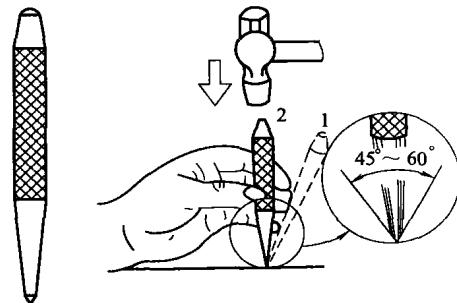

图 1-13 样冲及其使用
⑤ 样冲 样冲（见图 1-13）是用来在已划好的线上打冲眼，以保持清晰的划线标记。在用划线圆规划圆弧前，也要用样冲在圆心上打冲眼，作为划规脚尖的定位。样冲用工具钢或高速钢制成，长 50~120mm，尖端磨成 45°~60° 的锥角后淬火处理，样冲及其使用见图 1-13，打冲眼时，应注意以下几点。